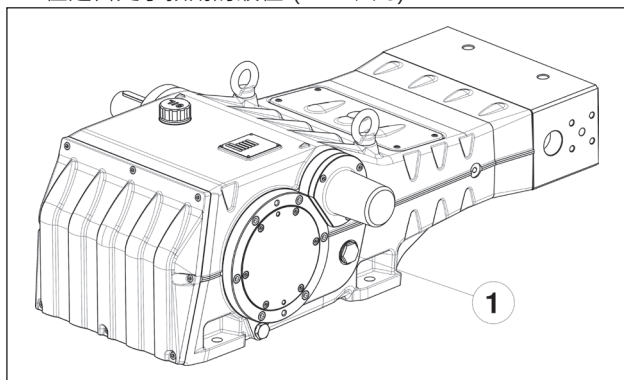

图 8
5. 通过位于泵壳两侧的专用液位指示灯，检查泵壳中的油位是否处于预期的液位 (①，图 8)。